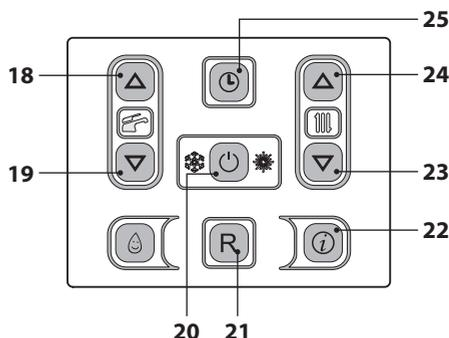
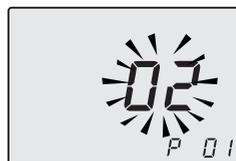
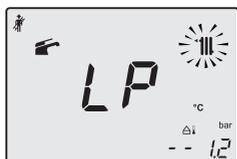
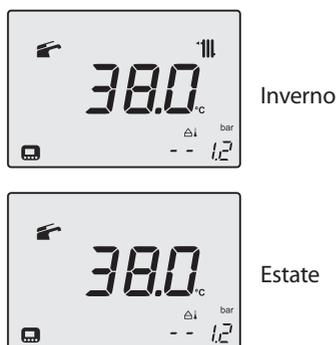

Figura 9.22
Figura 9.23
Figura 9.24
Figura 9.28
- Entrare in "modalità programmazione" premendo contemporaneamente per 10 secondi i tasti 20 - 23 - 24 (Figura 9.22) fino a far apparire sul display LCD le lettere **P01** e il valore del parametro, indicanti l'entrata nel "parametro 01" (Figura 9.23).
- Premere contemporaneamente i tasti 23 e 24 (Figura 9.22) fino a far apparire sul display LCD le lettere **LP** che si alternano con il valore di temperatura dell'acqua di riscaldamento (es. **45**), indicanti l'entrata nell'attivazione della "funzione spazzacamino" alla potenza minima (Figura 9.24).
- Premendo il tasto 24 (Figura 9.22) è possibile variare la potenza in modalità spazzacamino: con visualizzazione sul display LCD delle lettere **hP** che si alternano con il valore di temperatura dell'acqua di riscaldamento (es. **32**), siamo in "funzione spazzacamino" alla potenza minima in riscaldamento (Figura 9.25).
- Ripremendo contemporaneamente per 10 secondi i tasti 20 - 23 - 24 (Figura 9.22) si esce dalla "modalità spazzacamino" e si ritorna allo stato di caldaia precedentemente impostato (Figura 9.28).